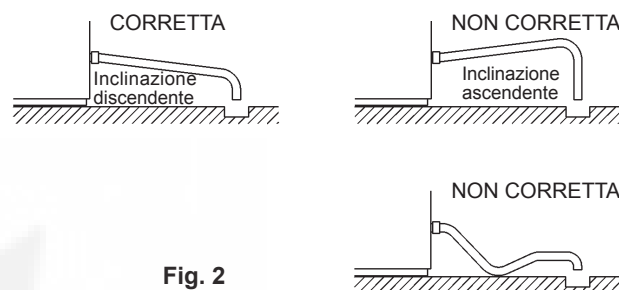

Fig. 2
- * Per ovviare al riflusso nel deposito di raccolta cubetti, disporre un tubo di uscita, come da Fig. 2.